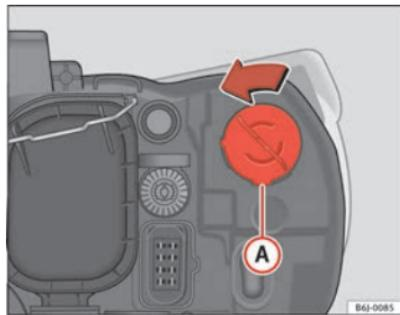

Fig. 136 Luz intermitente
- Gire el portalámparas ⇒ fig. 136 Ⓐ a la izquierda y tirar.